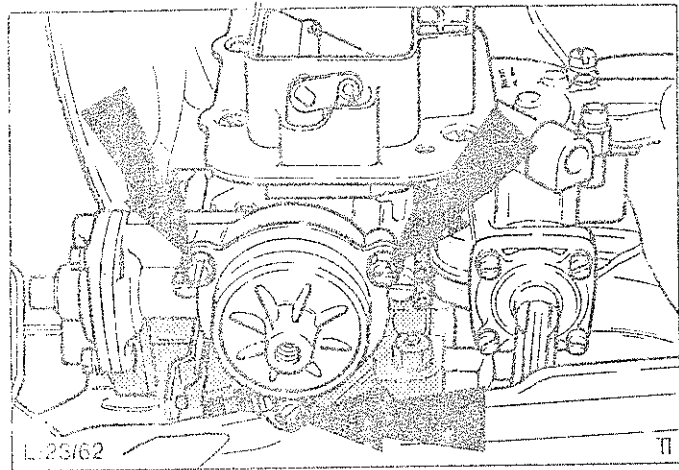

Abb.47 Befestigungsschrauben - Thermofedergehäuse (Wassergehäuse - Startautomatik zur Verdeutlichung abgebaut)
5. Schrauben (3) entfernen und Thermofedergehäuse komplett abbauen, Abb.47.